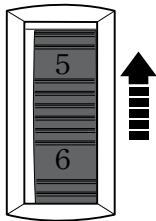

Fig. 4
- > Tourner le sélecteur de vitesse [1] vers l'avant (vu de la position de l'opérateur) pour augmenter la vitesse maximum (Fig. 4). Une vitesse élevée est adaptée aux découpes avec des lames fines et des matériaux tendres.